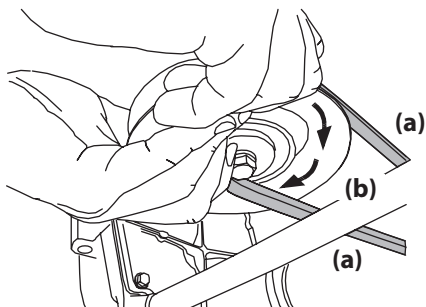

Figura 4-11
- d. Mientras sostiene la correa de la PTO (a), siga girando la polea de la PTO (b) hasta que la correa de la PTO (a) se deslice fuera de la polea (b). Consulte la Figura 4-11.
11. Tire del lado derecho de la correa de la PTO hacia atrás y coloque el lado V angosto de la correa de la PTO en la polea de la PTO. Consulte la Figura 4-11.
12. Mientras sostiene la correa de la PTO y la polea de la PTO juntas, rote la polea de la PTO hacia la izquierda (Vea la Figura 4-11). Siga sosteniendo y rotando la polea de la PTO y la correa de la PTO hasta que la correa de la PTO se enrolle totalmente en la polea de la PTO.